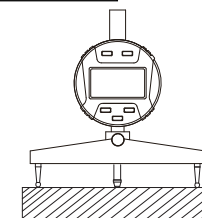

fig.4
(2)Ajustar a cero: Coloque el medidor sobre una superficie plana y ajústelo a cero (fig. 4).
(3) Coloque el medidor sobre un arco y se mostrarán automáticamente "R1" y "R2".